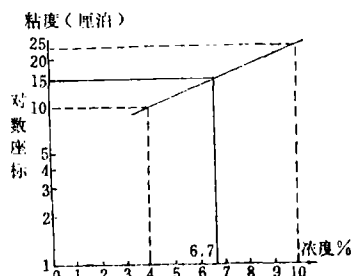

图1 在单对数座标纸上作泥浆浓度与表观粘度关系曲线
4.不可能一次配浆即能达到表观粘度为15厘泊。因此可在10~25厘泊范围内配制两种粘度值的泥浆,然后利用在单对数座标纸上作线的方法,求出15厘泊粘度时的泥浆浓度,并计算出造浆率的大小。如图1,纵座标(对数座标)表示表观粘度值,横座标(等分座标)表示泥浆浓度。例如某配方泥
准确的替浆量能使钻杆内外的流体(水及水泥浆)在静压平衡状态时(图1),达到同一高度( $h_4 = h_2$ ,  $h_3 = h_1$ ),在提升钻杆的过程中,钻杆内外的水泥浆互相混